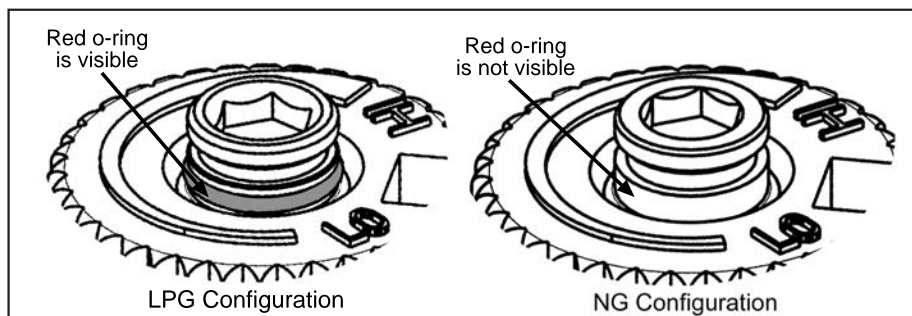

Figure 19: L'anneau de la vis de la vanne.
- f) Vérifiez que si la conversion est du GN au GPL, la vis doit être réassemblée avec le joint torique rouge visible (voir Figure 19). Si la conversion est du GPL au GN, le joint torique rouge de la vis ne doit pas être visible.